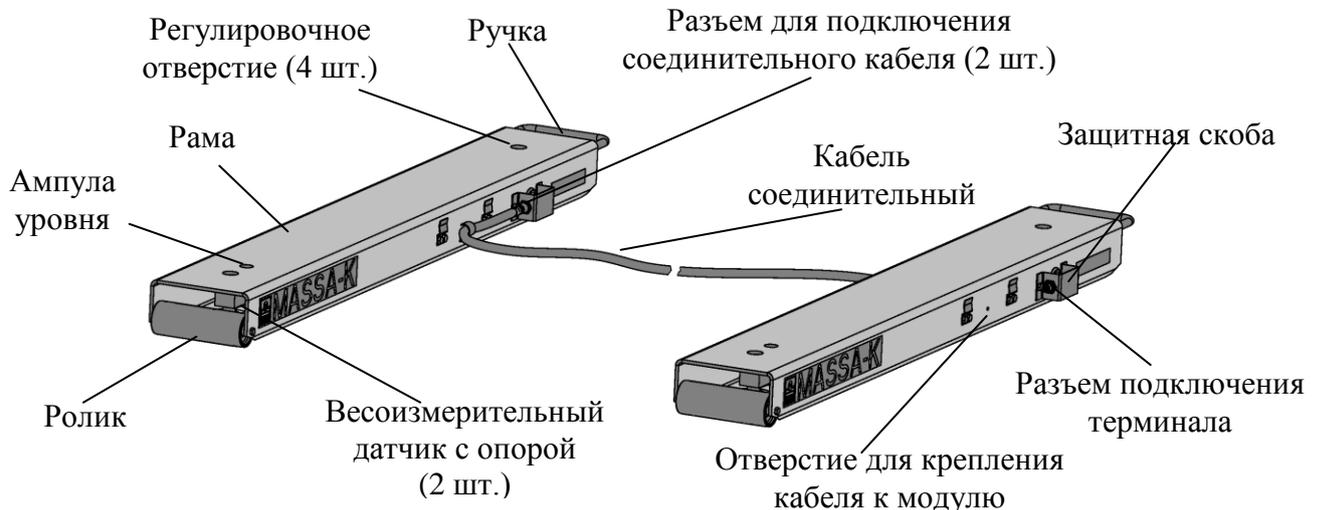

Рисунок 8.1 – Модуль взвешивающий 4D-B\_
8.1.1 Модуль состоит из двух однотипных рам с весоизмерительными датчиками (см. рис. 8.1).
8.3.7 Закрепите соединительный кабель к рамам с помощью хомута, плотно затянув винт М6х10 (см. рис. 8.1).
8.3.9 Закрепите кабель для подключения терминала к модулю с помощью хомута, плотно затянув винт М6х10 (см. рис. 8.1).